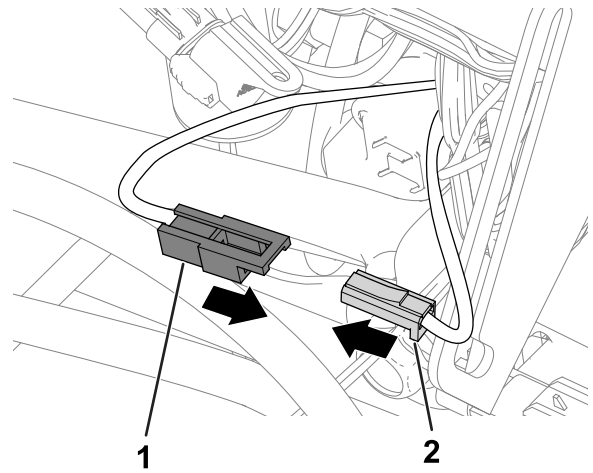

Figur 7
2. Montera satsens säkringsblock på maskinens säkringsblock (Figur 7).